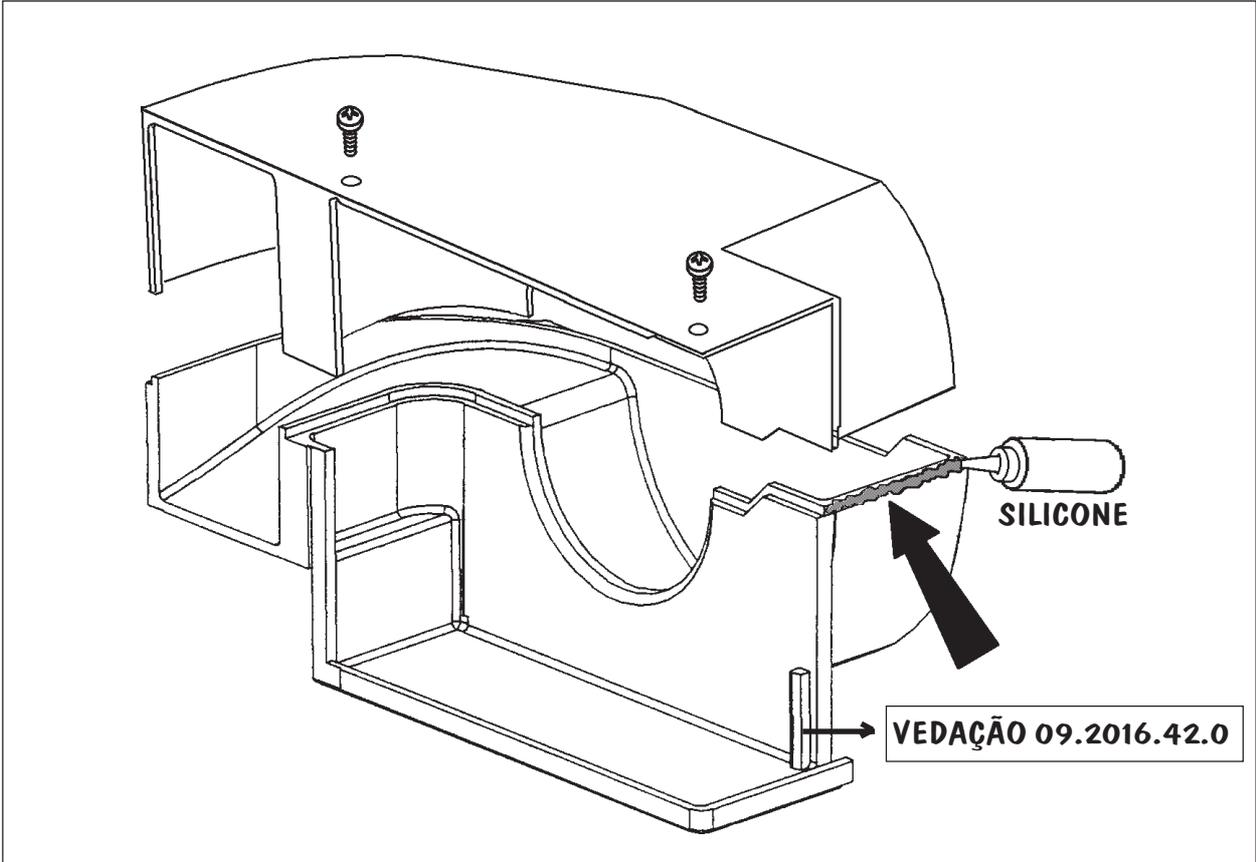

Fig.01
- a) Vedar o encaixe entre as Evolutas Superior e Inferior com Silicone (veja fig.01);